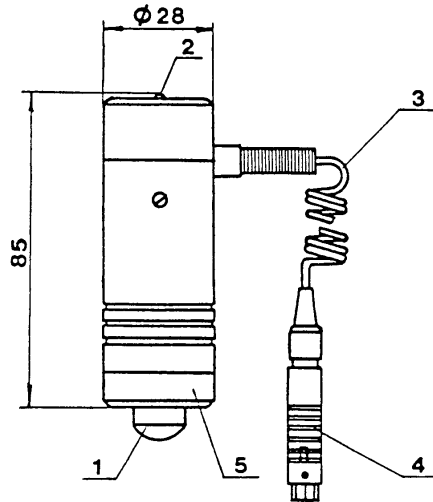

Рис.2.4 Совмещенный преобразователь ПА-4S:
2.5.3 Совмещенный преобразователь PA-4S (рис.2.4) в отличие от раздельно-совмещенного содержит один вибратор, излучающий и принимающий упругие колебания и имеющий одну зону касания с контролируемым объектом. Конструктивно он включает в себя также светодиод, кабель, микровыключатель, как и преобразователи PA-5R и PA-7R.